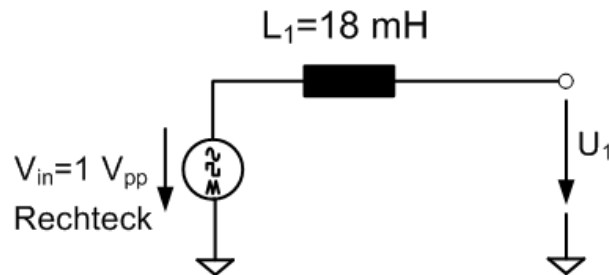

Abbildung 14: Messaufbau zur Erzeugung einer freien Schwingung über die Eigenresonanz einer Spule.
1. Bauen Sie hierzu zunächst die in Abbildung 14 gezeigte Schaltung auf. Verwenden Sie die Spule mit $n = 1000$ Windungen.